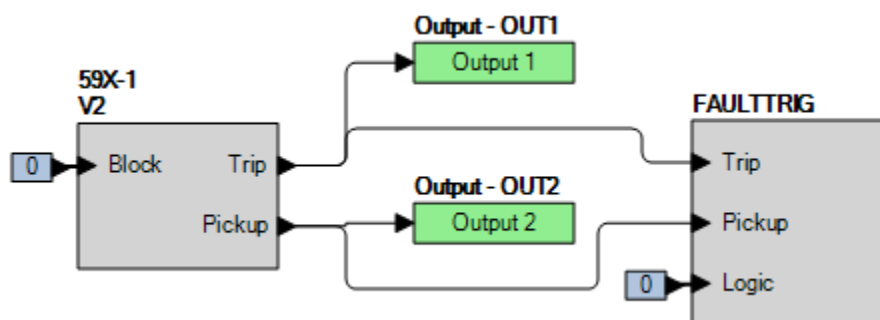

Figura 60-3. Ajustes de BESTlogicPlus (Modo V2)
Paso 2: Utilice *BESTCOMSPi* para configurar la Lógica programable de *BESTlogicPi*, como se muestra en la Figura 60-3.
- Paso 4: Prepárese para monitorear la operación de la función 59X-1. El funcionamiento se puede verificar monitoreando OUT2 (consulte la Figura 60-3).